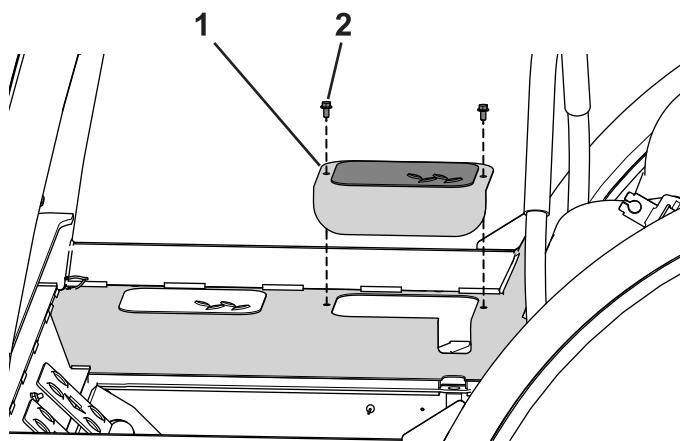

図 112
2. 機体左右それぞれの側でアクセスカバーを固定しているボルト2本を取り外す図 112。